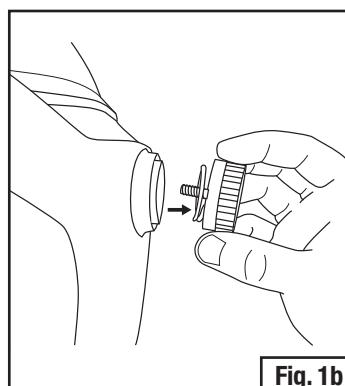

Fig. 1b
- Desaparafuse o botão com mola de cada lado do equipamento e remova a Máscara de soldagem M-153SG da parte frontal do equipamento da série M (Fig. 1b). (Não é necessário para novas instalações em capacetes existentes.)